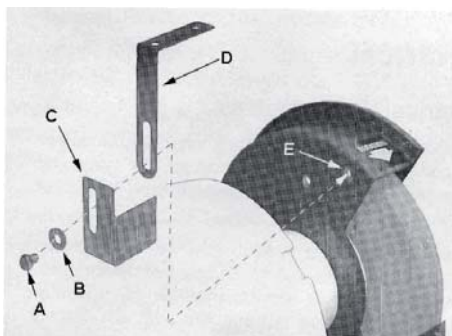

Рис. 2
- 2 – Установчі кронштейни захисного козирка для очей (42)
- 4 – Установчі гвинти (46)
- 4 – Шайби (48)
- 2 – Іскрогасники (43) (44)
- 4 – Гайки (47)
- Рисунок 2 і 3 демонструють збирання для правобічного іскрогасника та захисного козирка для очей.
- Дивіться на рисунок 2, аби впевнитися, що Ви встановили їх правильно.
Посилаючись на рисунок 2: